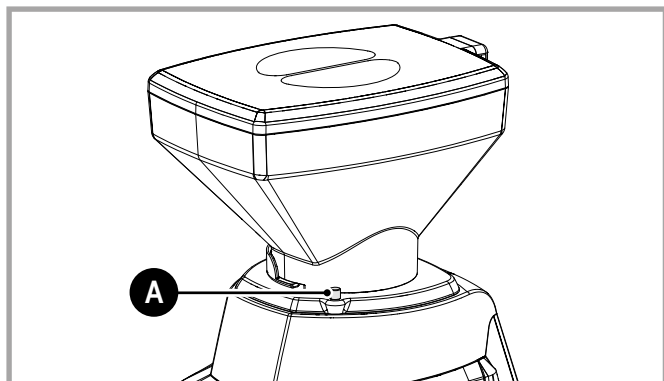

Fig. 8.2 - Ghiera di fissaggio
- Svitare la ghiera di fissaggio (A - Fig. 8.2).